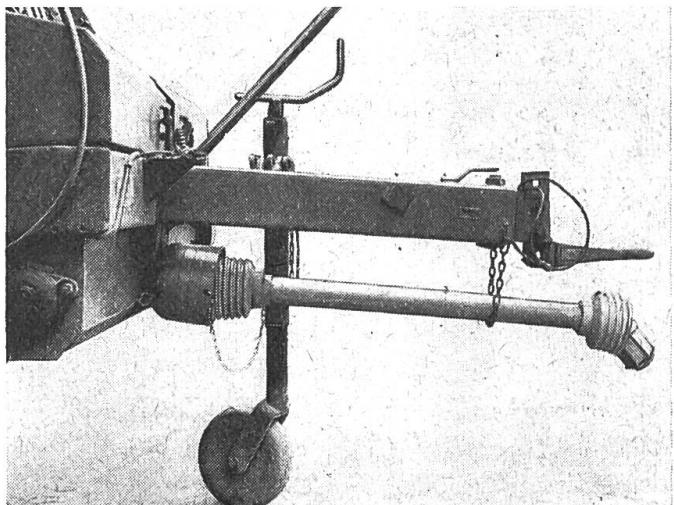

Abb. 5a
**Zur Halterung der Gelenkwellen** während des Transports oder bei abgestellten Arbeitsmaschinen müssen diese **eine robuste Kette** zum Nachhängen (Abb. 5a) ...